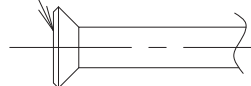

Fig. 20
- Al realizar una conexión abocardada, recubra la superficie interior sólo con aceite de éter o éster de aceite. **(Refiérase a la Fig. 20)**